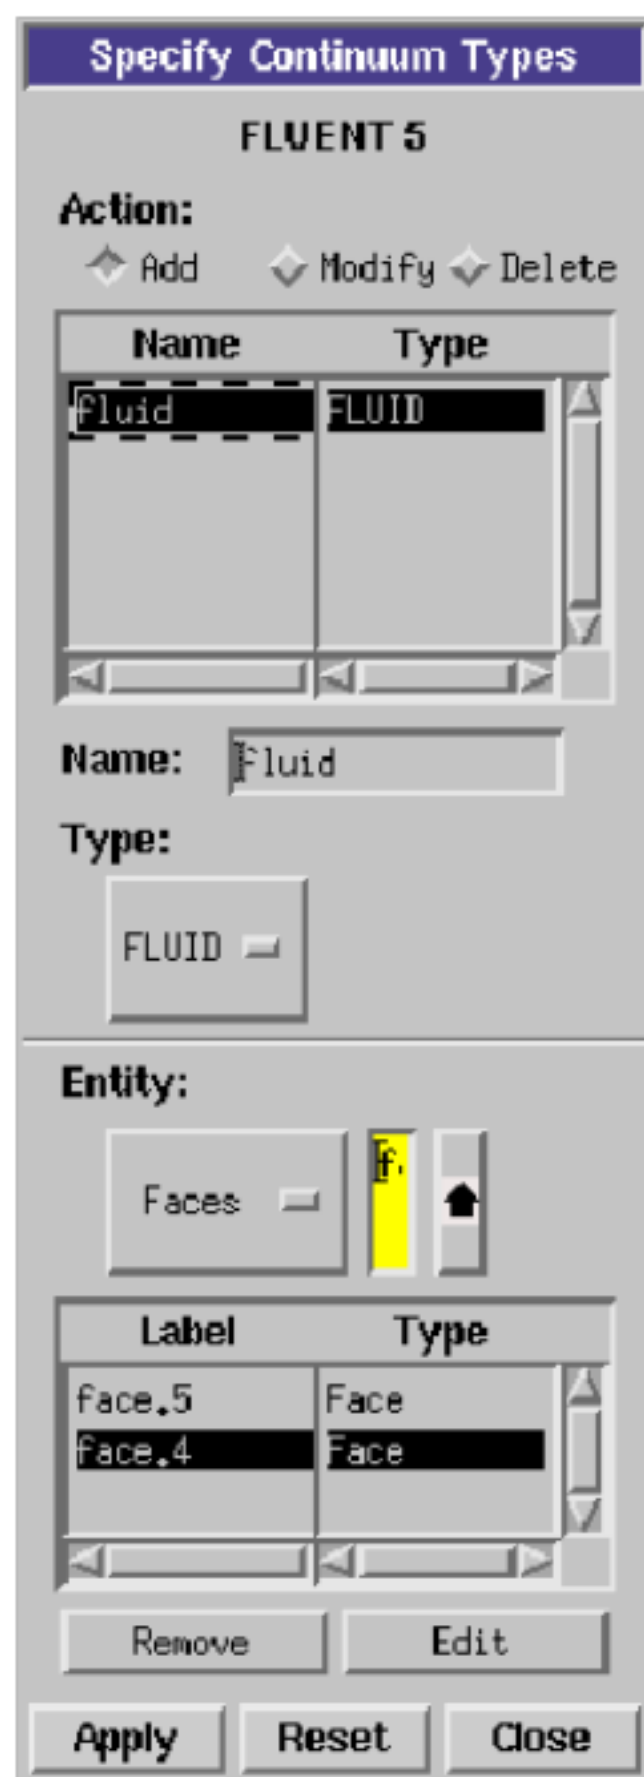

图 9
4. 单击 , 将两个面设为同一个连续体 ( fluid ) ( 见图 9 )